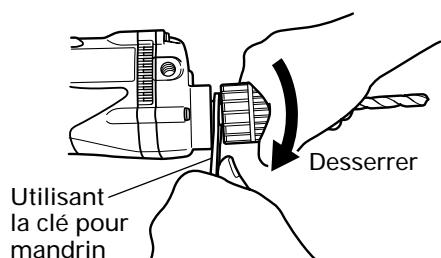

Fig. 4
- (2) Tenir fermement la bague et tourner le manchon dans le sens des aiguilles d'une montre. Serrer à fond.
- (3) Pour retirer la mèche, tenir fermement la bague et tourner le manchon dans le sens inverse des aiguilles d'une montre.
- (4) S'il est difficile de desserrez le manchon, fixer le mandrin en utilisant la clé pour mandrin, maintenir fermement le manchon et tourner dans le sens du dévissage (sens contraire des aiguilles d'une montre quand le manchon est vu de l'avant). (Fig. 4)